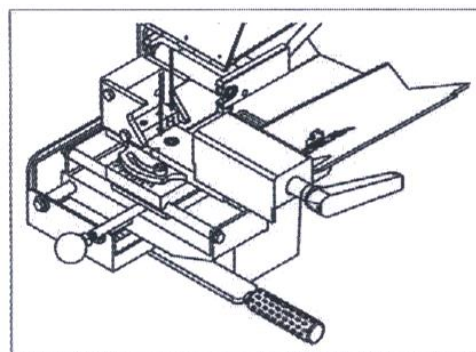

Рисунок 8
- b. Крепление обрабатываемой продукции: зажим пригоден для роликов диаметром от Ø18 мм до Ø76 мм. При обработке труб необходимо убедиться, что ось трубы расположена на такой же высоте, что и ось прижимного ролика. Можно использовать подкладку (см. Рис. 8).